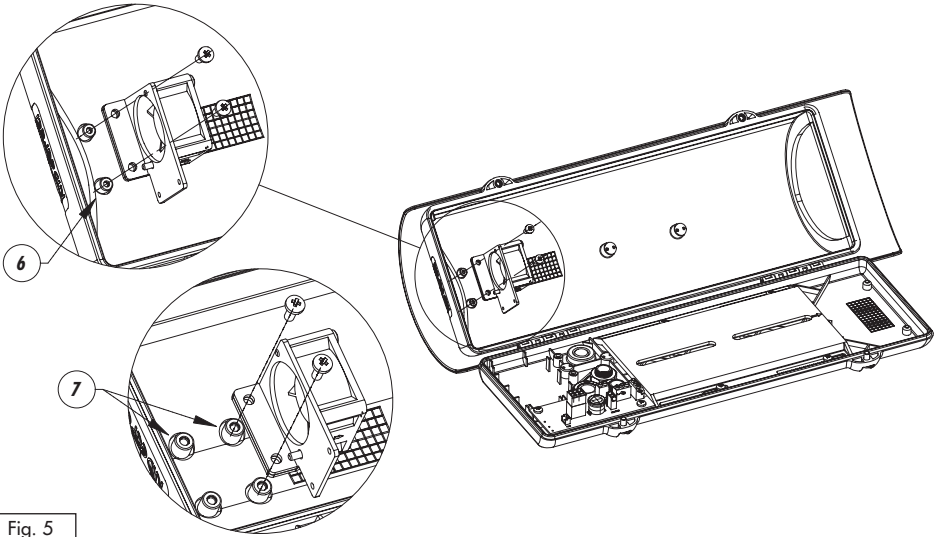

Fig. 5
2. Fixieren (Fig. 5) Sie den Lüfter mit einer winkelförmigen Bügelhalterung im Innern des Gehäusekorpus mit den beiliegenden Schrauben. Möglich sind eine Stellung für die 420mm-Version (6) und zwei für die 360mm-Version (7).
Der Lüfter ist nach der Anleitung einzubauen (Fig. 5), damit die Luft im Gehäuse-innern richtig zirkulieren kann.